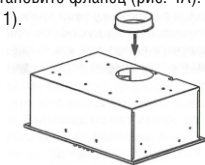

рис. 4А
- Установите КВ вместо нижней панели подвесного элемента мебели (рис.4) и закрепите КВ винтами самонарезающими Ø3,5x11 (рис. 5).